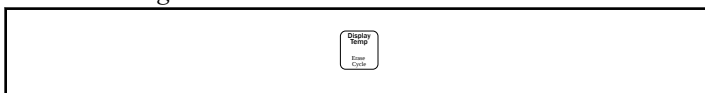

Figura 4
1. Cuando la máquina esté en funcionamiento, pulse el botón “Display Temp” (mostrar temperatura). Consulte la *Figura 4*.
2. Pulse el botón “Display Temp” (mostrar temperatura) para volver. Consulte la *Figura 4*.